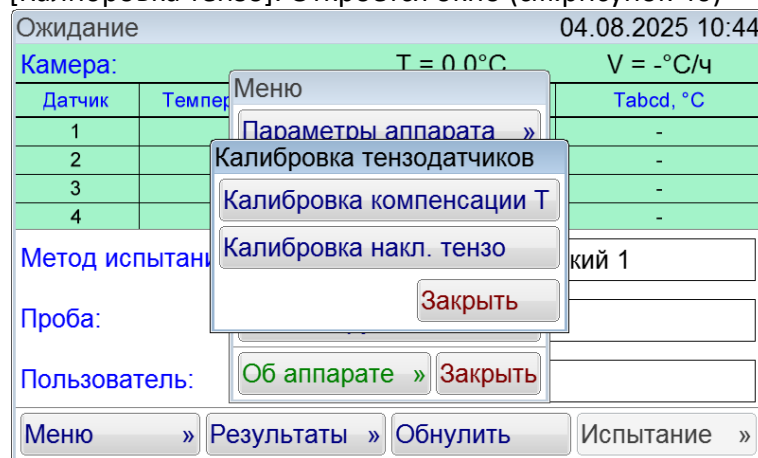

Рисунок 40 – Окно «Выбор калибровки»
- 3) Нажать кнопку [Калибровка тензо]. Откроется окно (см.рисунок 40)
- 3) Нажать кнопку [Калибровка тензо]. Откроется окно (см.рисунок 40).
- 3) Нажать кнопку [Калибровка тензо]. Откроется окно (см. рисунок 40)